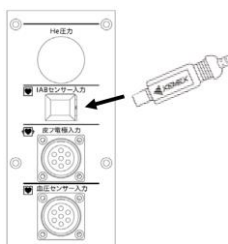

図 6. 光センサーコネクタ接続
- (4) IABP コンソール ZUIRYU を使用の場合は、光センサコネクタ先端の保護カバーを取り外し、コネクタの▲マークを上にして、駆動装置側の IAB センサー入力部にクリック音がするまで差し込む。この時、光センサコネクタ部の接続部を触ったり、傷付けたり、水で濡らすなど、取扱いに注意すること。(図 6 参照)